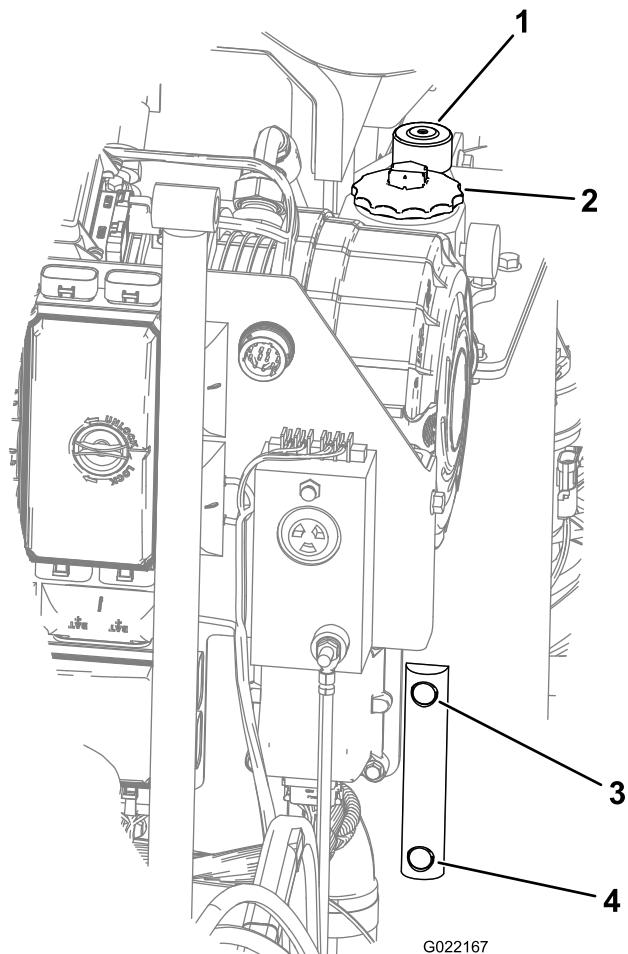

Figura 108
4. Observe la mirilla del depósito de aceite hidráulico y compruebe el nivel de aceite (Figura 108).
5. Si el nivel es bajo, abra el tapón del depósito hidráulico, agregue una pequeña cantidad de aceite y espere 2 minutos para que el nivel de aceite se estabilice en la mirilla (Figura 108).
6. Siga agregando el fluido apropiado en pequeños incrementos hasta que el nivel llegue a Lleno en la mirilla (Figura 108).